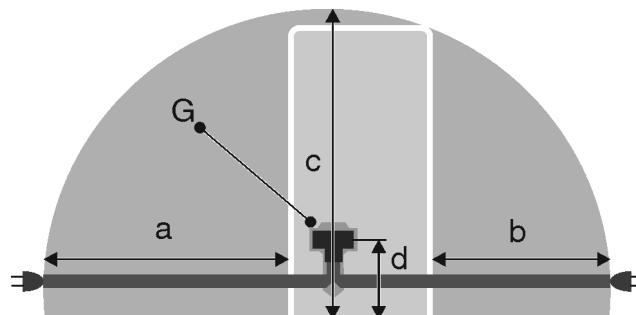

Fig. 55 Kombinace chladničky s mrazničkou / mrazničky / celoprostorové spotřebiče BioFresh\*
- Zásuvka není umístěna za přístrojem, nýbrž v oblastech a nebo b *Fig. 55 (a, b, c)*.
- ▶ Zástrčku spotřebiče *Fig. 55 (G)* zastrčte na zadní straně spotřebiče. Dávejte pozor na správné zaklesnutí.